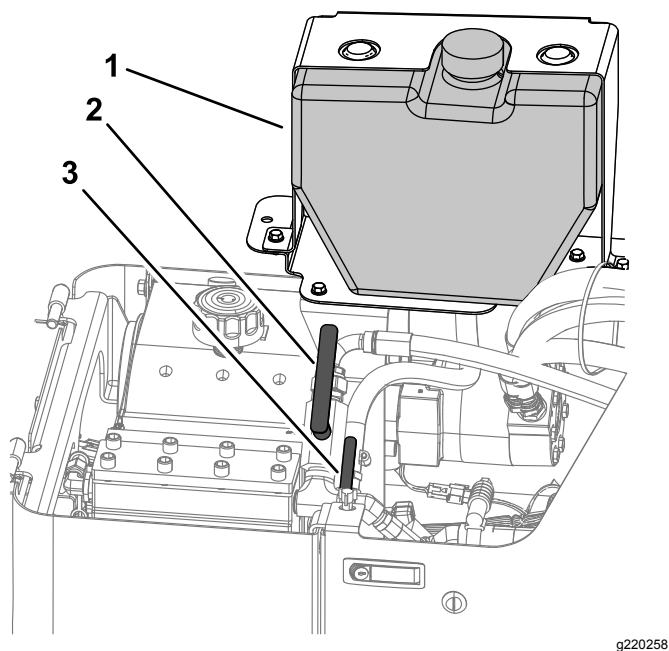

Figure 120
- A. Ouvrez le robinet d'antigel sur l'avant de la pompe de fluide de forage, comme montré à la Figure 120.
- C. Ajoutez la quantité nécessaire d'antigel dans le réservoir (Figure 120).
5. Remettez le bouchon sur le réservoir d'antigel (Figure 120).
6. Fermez le robinet d'antigel (Figure 120).
- D. Enlevez le bouchon du réservoir d'antigel pour la pompe à fluide de forage (Figure 120).
- E. Vérifiez que le réservoir est rempli d'antigel (Figure 120).